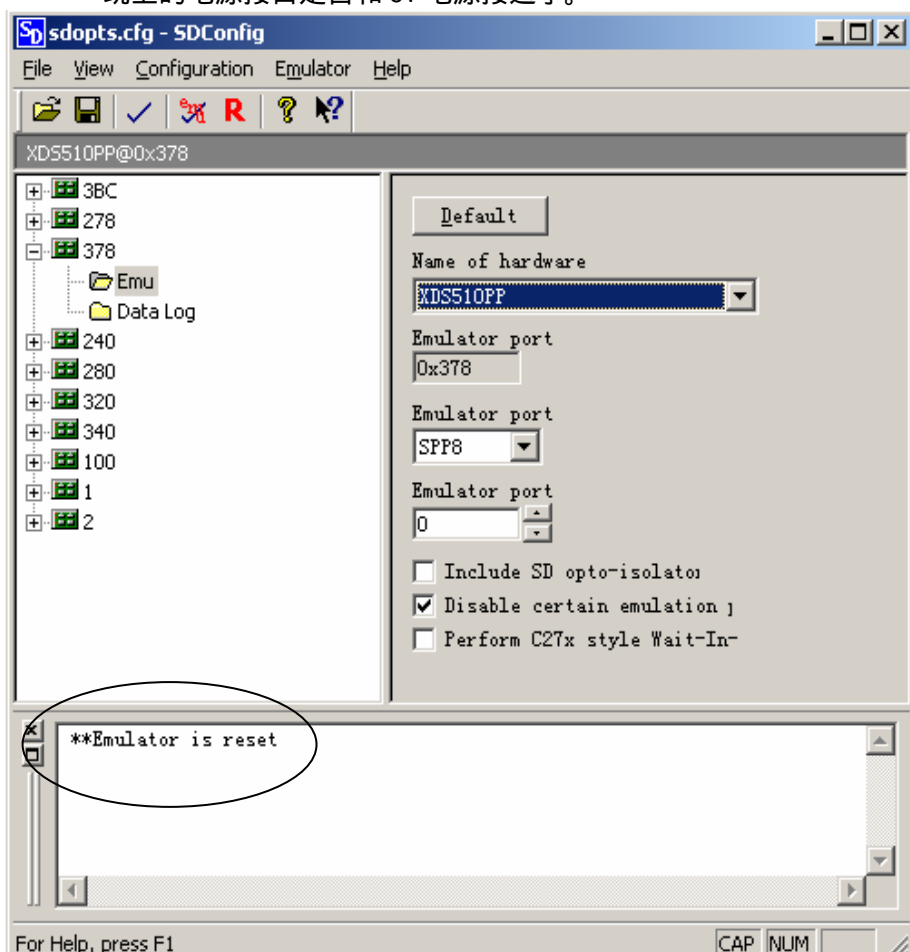

图 3.24 SDCONFIG 配置 3
- D. 点击菜单 EMULATOR 下的 RESET，如果出现如图 3.24 中画圈处的信息，则表示并口是工作正常的。如果没有出现，请检查，并口电缆是否和计算机，并口开发系统紧密连接在一起；并口开发系统的仿真头是否插到目标板上；目标板是否把电源接通上了；并口开发系统上的电源接口是否和 5V 电源接通了。